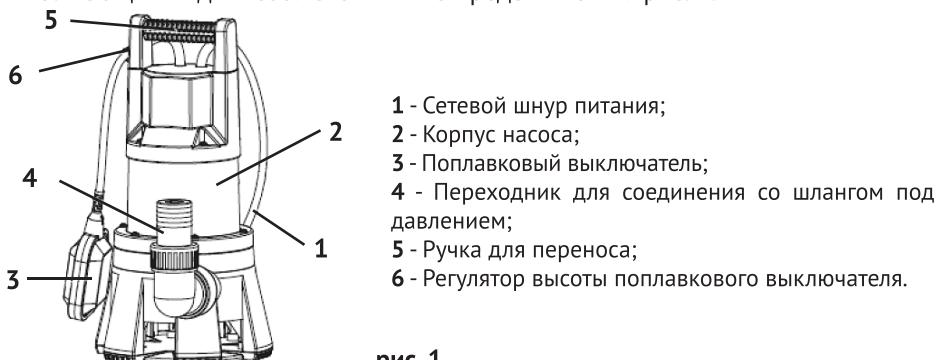

рис. 1
3.1 Общий вид\* насоса схематично представлен на рис. 1: